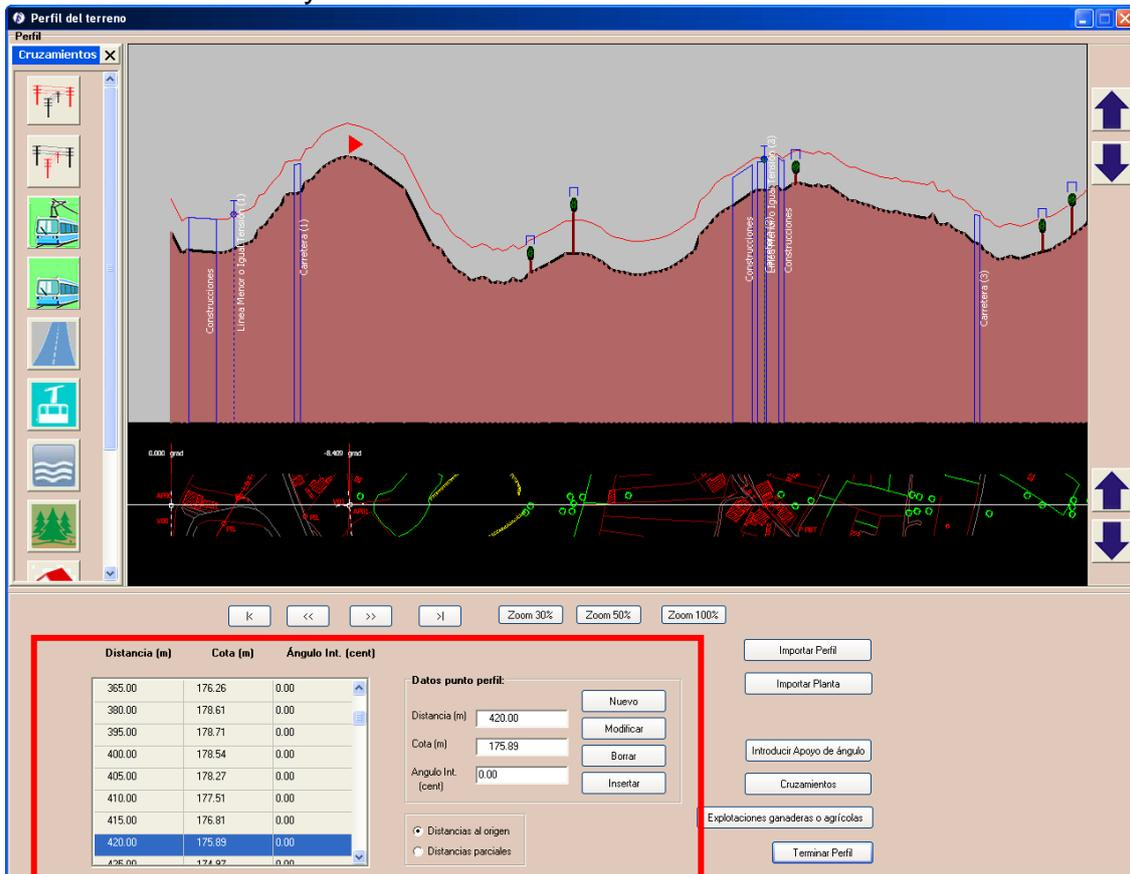

Figura 5.20. Cálculo con replanteo: Introducción de puntos del perfil
Pasamos pues a definir el perfil de la línea en el botón *Perfil del terreno* (2.2. Perfil del Terreno) que nos lleva a la siguiente ventana (Figura 5.20), la cual vamos a dividir en cinco partes a saber:
- **Introducción de datos de forma manual (Figura 5.20).** Ingresamos en *Distancia* la distancia al origen o distancias parciales que se elige en las casillas *Distancias al origen* o *Distancias parciales*, posteriormente introducimos la *Cota* del primer punto y por último el *Ángulo* interior (desde 1° hasta 199° ya que es un ángulo centesimal).